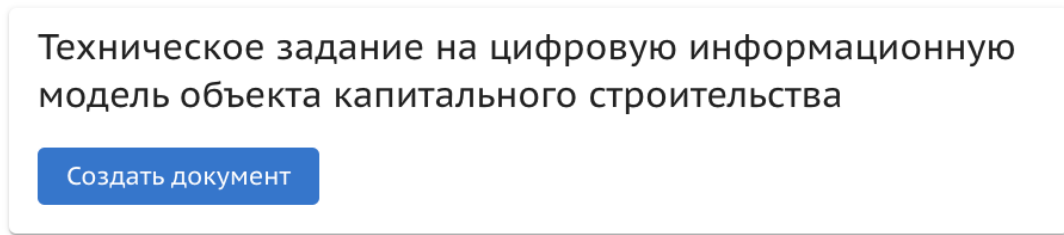

Рисунок 19. Создание документа.
- Кнопка “Создать документ” (Рисунок 19);